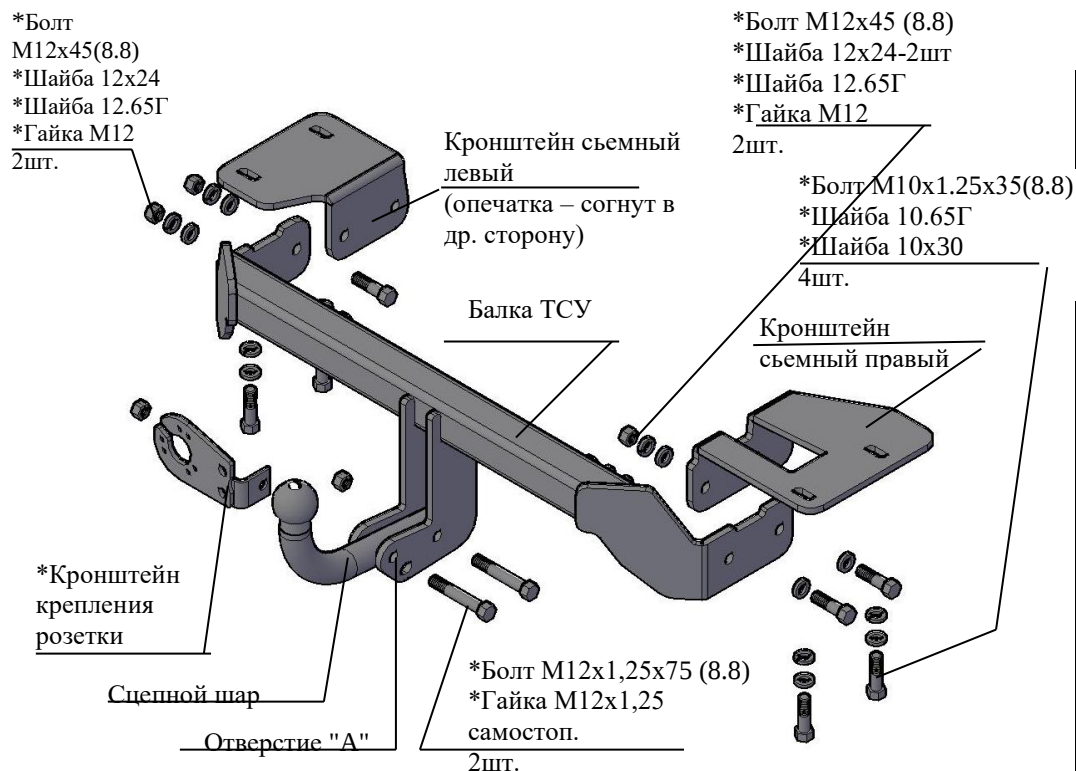

Рис.1 Тягово-сцепное устройство ТСУ 7611
2.1 ТСУ 7611 в сборе (рис.1)	1 шт.
2.2 Пакет с комплектующими (см. рис.1)	1 шт.
4.3 Закрепить боковые съемные кронштейны (правый и левый соответственно рис.1) к нижним полкам лонжеронов а/м болтами М10х1.25х35 (используя штатные шайбы), подложив под болты шайбы 10.65Г и шайбы 10х30. Крепеж не затягивать.
4.4 Установить балку ТСУ, закрепив ее к наружным сторонам боковых кронштейнов (соответственно рис.1) болтами М12х45 (вставляя болты с правой стороны, как показано на рис.1) и гайками М12, под гайки